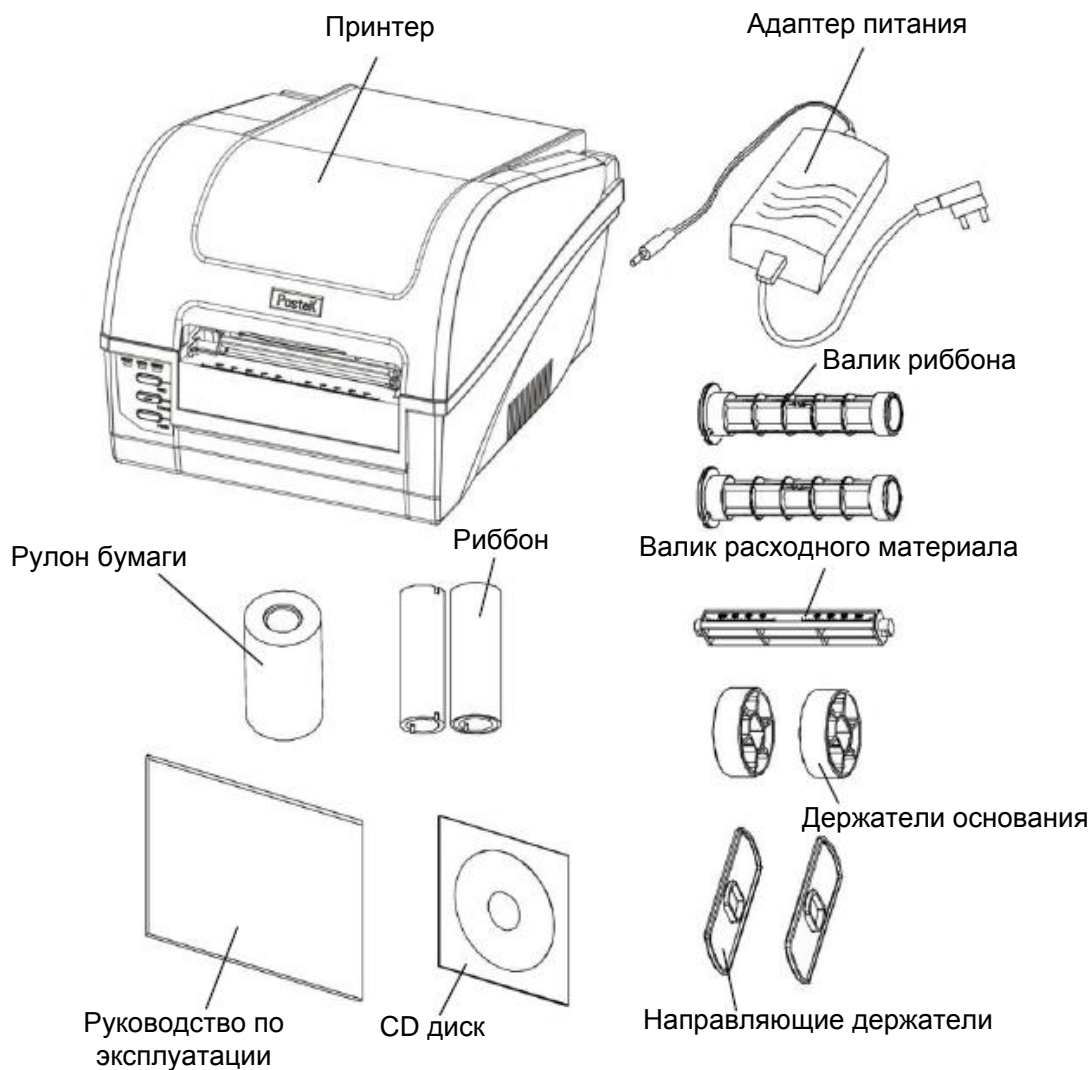

Рис.1. Комплектация принтера
**Комплект поставки** (см. Рис.1):